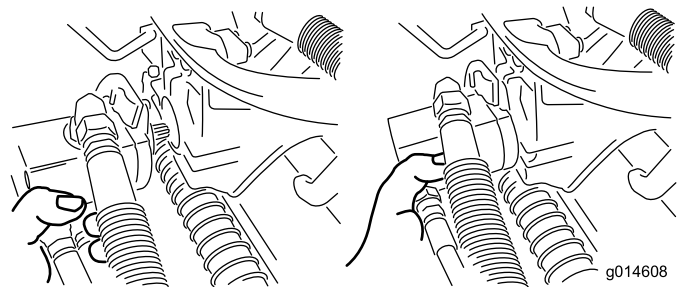

Figura 52
- Spostate il motore in posizione di stoccaggio davanti al braccio di sospensione (Figura 52).